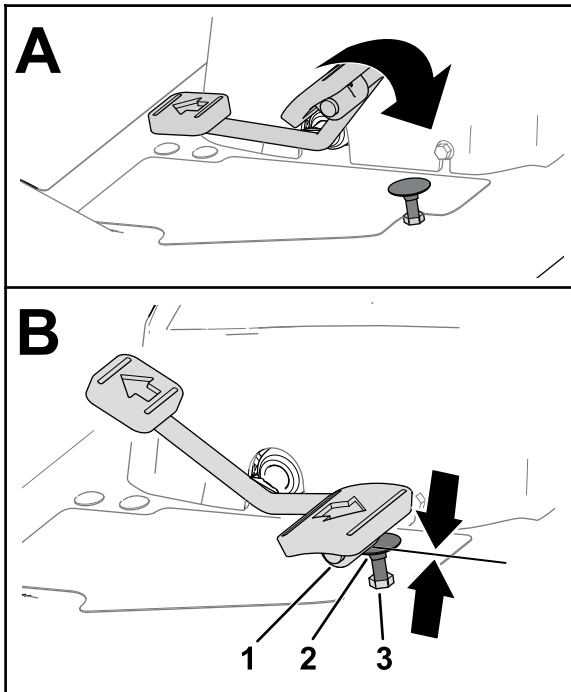
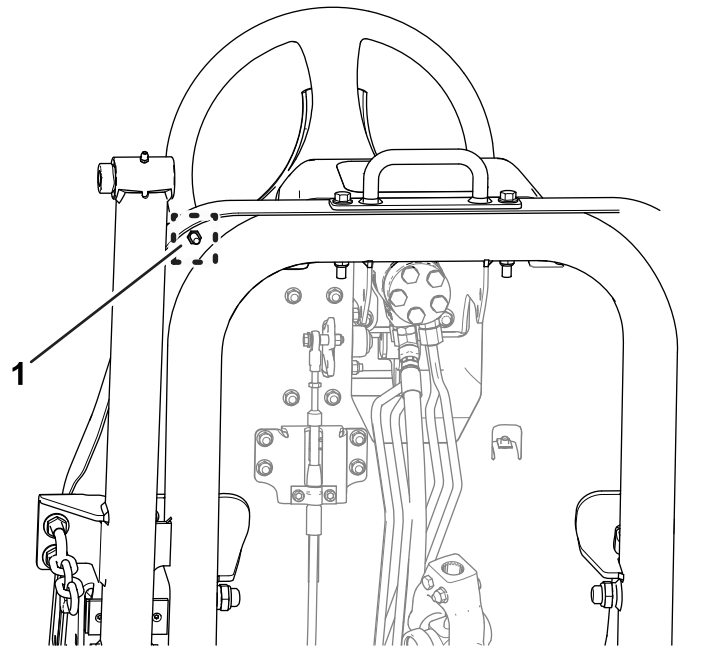

Figura 81
Figura 82
1. Mueva el pedal de tracción hacia adelante del todo (Figura 81).
- A. Sujete el tope del pedal de tracción (Figura 81) con una llave inglesa.
- B. Afloje la contratuerca de la parte inferior de la chapa del reposapiés (Figura 82).
- C. Mueva el pedal de tracción en la posición de velocidad máxima hacia adelante (Figura 81).
- D. Mientras sujeta el tope del pedal de tracción, ajuste la contratuerca situada encima de la chapa del reposapiés (Figura 81) hasta que el pedal de tracción entre en contacto con el tope.
- F. Mientras sujeta el tope del pedal de tracción, apriete la contratuerca situada debajo de la chapa del reposapiés (Figura 81 y Figura 82) a 37 – 45 N·m (27 – 33 pies-libra).